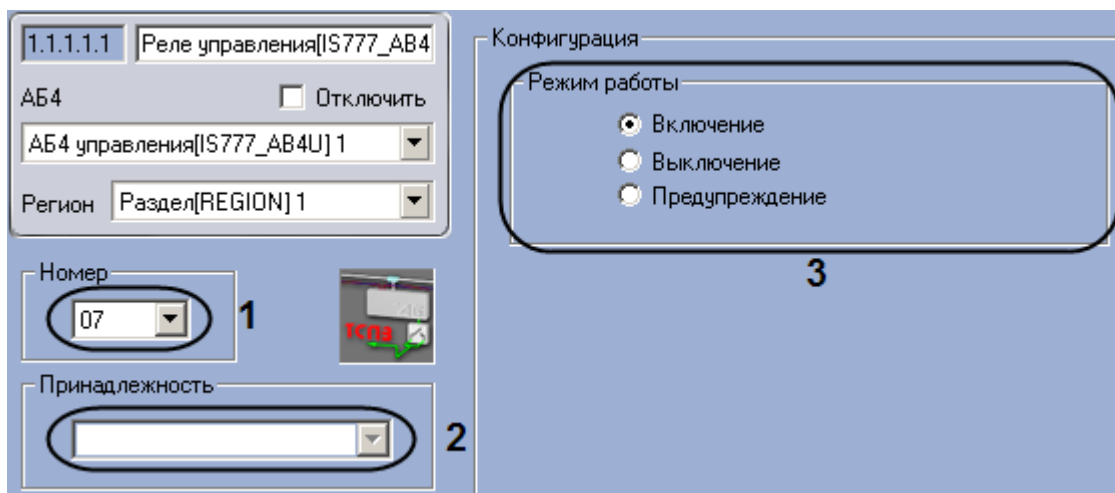

Рис. 3.8—8. Настройка реле управления
2. Из раскрывающегося списка **Номер** выбрать аппаратный адрес реле управления (см.Рис. 3.8—8, 1).
3. Из раскрывающегося списка **Принадлежность** выбрать объект **Зона пожаротушения**, к которому относится данное реле управления (см.Рис. 3.8—8, 2).